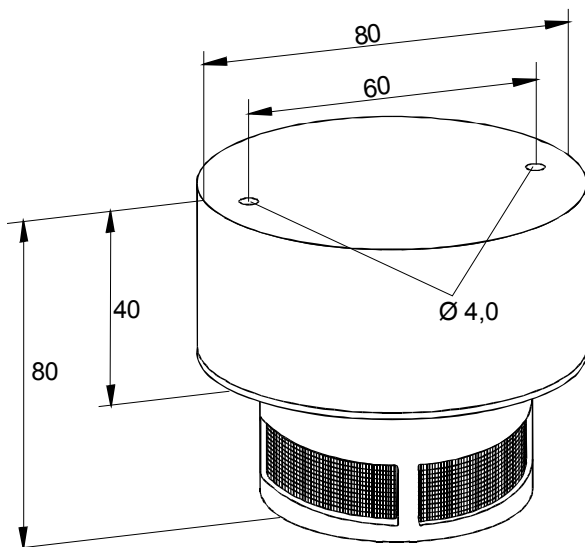

Abb. 2: Maße
- Montieren Sie den Sockel mit dem beiliegenden Montagmaterial an der Decke (Maße siehe Abb. 2)
Abmessungen	: siehe Abb. 2